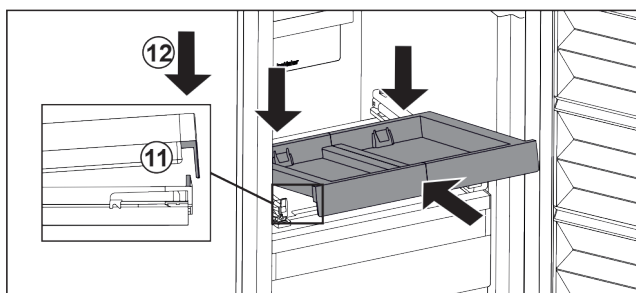

Fig. 93
- ▶ Skyv den skrått inn. Pass på at begge sider av anslaget er bak tappen. Fig. 93 (11)
- ▶ Sett ned uttrekksplaten foran. Fig. 93 (12)